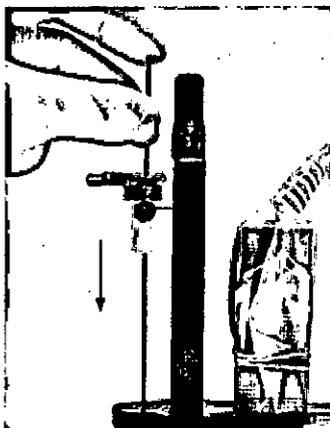

Figura 59
4. Inserte el tubo o tubos de guía de inserción de matriz .Asegúrese de que está completamente asentado en su receso. (Ver Figura 59)